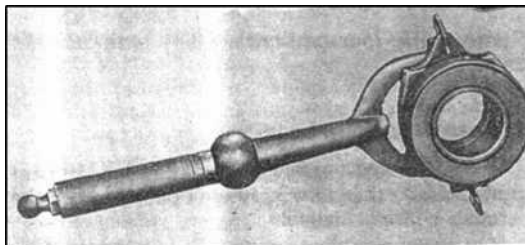

РИС. 185
- 1) Разберите выжимную вилку сцепления (рис.185), вытащив два пружинных крючка из втулки выжимного подшипника.